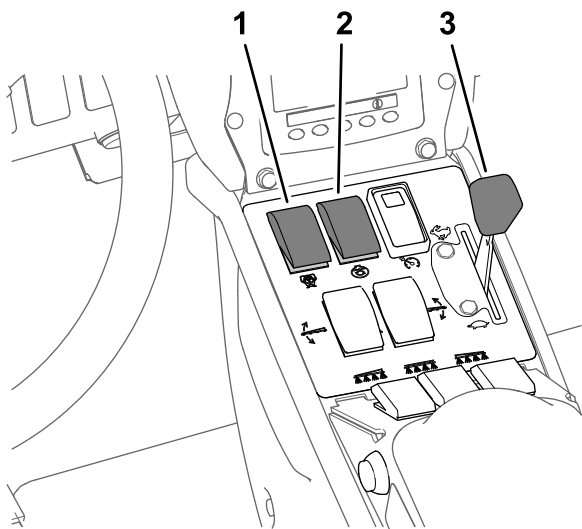

Figura 45
8. Coloque o interruptor de agitação e o interruptor da bomba do pulverizador na posição LIGAR (Figura 45).
9. Coloque a alavanca na posição RÁPIDO (Figura 45).
4. Ajuste o acelerador para a velocidade do motor desejada; consulte Figura 45 em Pulverização no Modo de taxa de aplicação \(página 38\).
Nota: Este procedimento assume que a bomba de pulverização está ligada; consulte Figura 45 em Pulverização no Modo de taxa de aplicação \(página 38\).